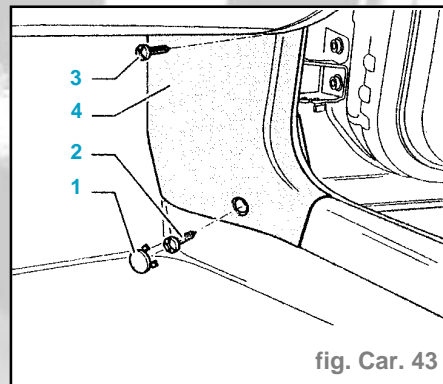
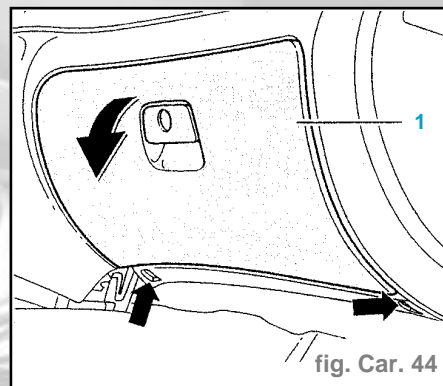

fig. Car. 43
fig. Car. 44
- Retirer l'écran (1).
- Enlever le capuchon (1) en faisant levier (fig. Car. 43).
- Dévisser les vis (2) et (3).
- Déclipser de l'enjoliveur de seuil de porte le revêtement inférieur du montant A côté passager avant (4) et le retirer.
- Dévisser les vis (flèches) (fig. Car. 44).
- Ouvrir le vide-poches (1) côté passager avant.